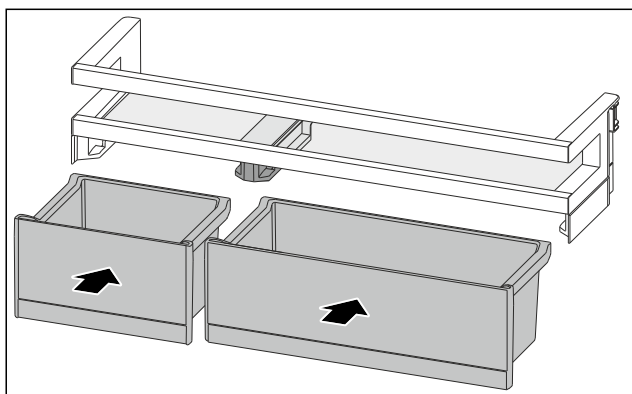

Fig. 88
- VarioBoxen in getauschter Anordnung einsetzen. (siehe Fig. 88)